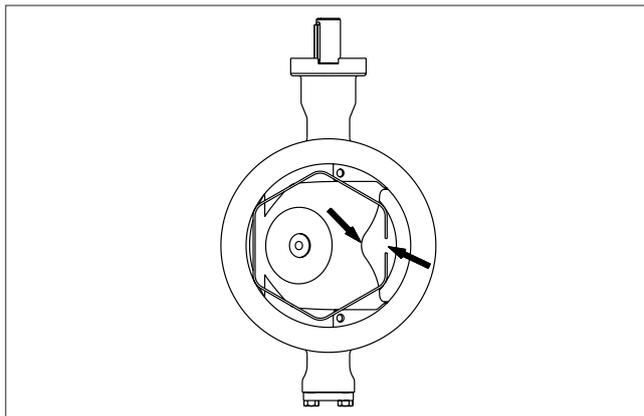

Fig. 26 Mise en place du siège
- Monter le ressort de blocage (5) sur le siège.
- Les extrémités du ressort doivent se trouver au niveau de l'échancrure lorsque la vanne est ouverte. Cf. figure 26.